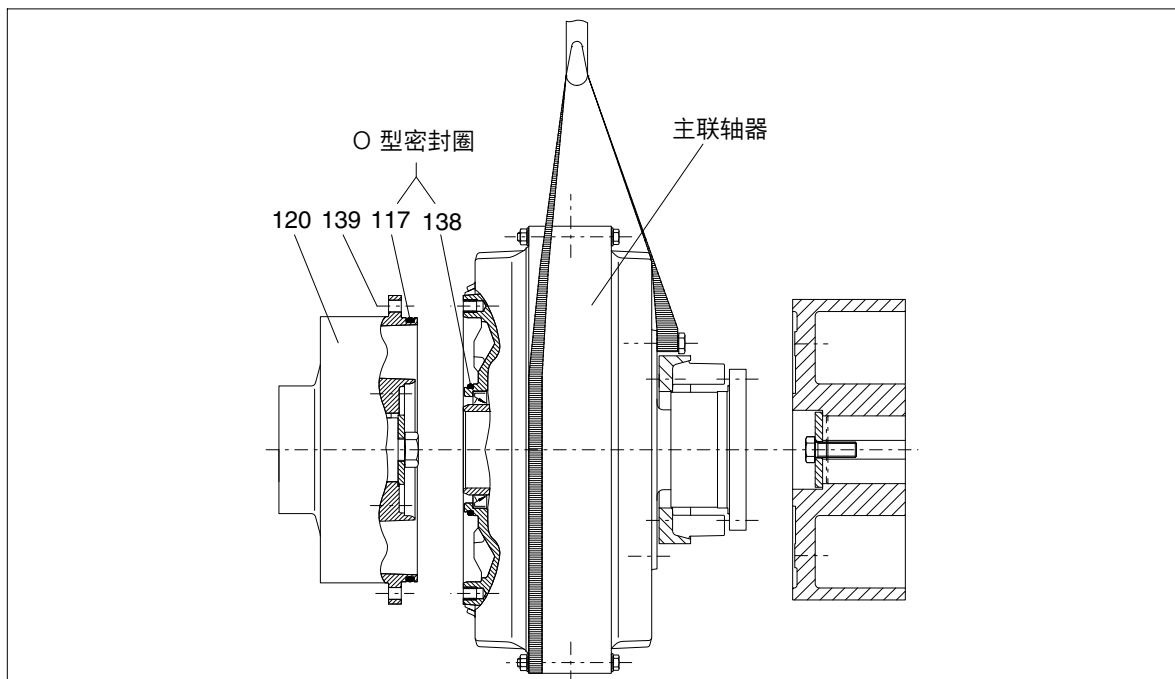

图 12: FLUDEX 联轴器的拆卸 -b
这样所获得的轴向自由空间足以在松开螺栓 (139) 后，将主联轴器轴向从轮毂承载部件 (120) 分离并径向拆卸。此时需要注意的是，O 型密封圈 (117, 138) 自由平放 (参见图 12)。